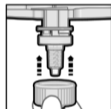
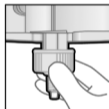

Fig. 3
Fig. 4.1
5. Când vârful de mixare se află în poziția corectă (Fig. 3), apăsați inelul de fixare Dynamix peste vârful de mixare până când se oprește și rotiți-l (1/4 de rotație) în sensul acelor de ceasornic până când acesta este bine fixat. (Fig. 4.1, 4.2 și 5)